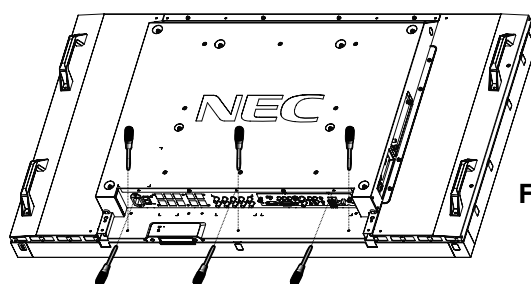

Figura 8
- Rimuovere le sei viti (Figura 8).